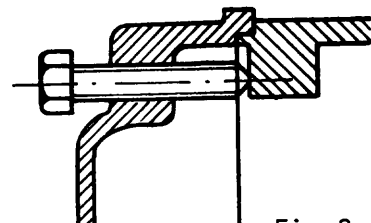

Fig.3
- 1) Algunos motores poseen orificios roscados para facilitar este trabajo. En tal caso no se deben golpear las tapas; lo correcto es utilizar los tornillos haciéndolos girar alternadamente hasta que la tapa se retire (fig.3).